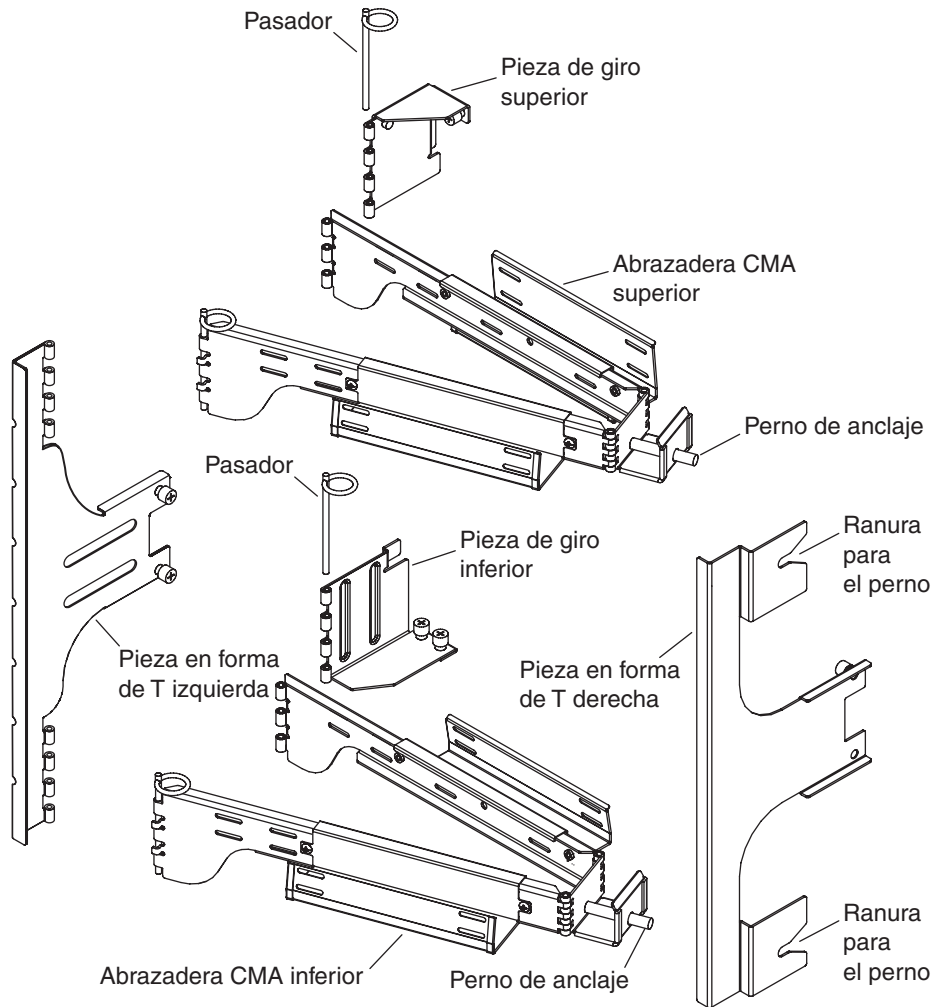

FIGURA 1-17 Abrazaderas CMA superior e inferior y piezas de unión en forma de T izquierda y derecha
1. Consulte la FIGURA 1-17 a lo largo del procedimiento siguiente para identificar los componentes de la abrazadera.